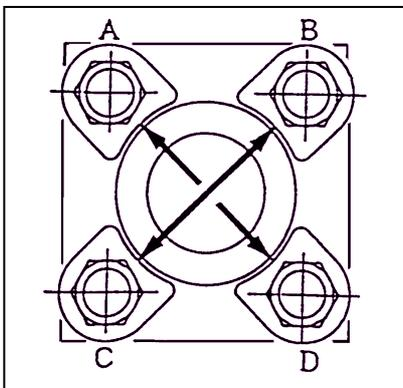
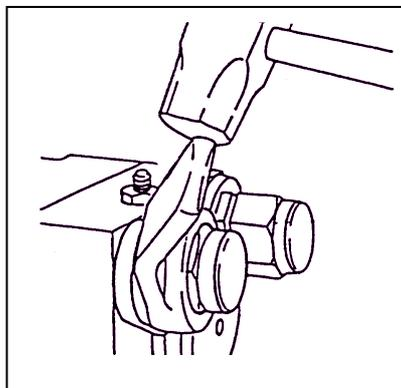
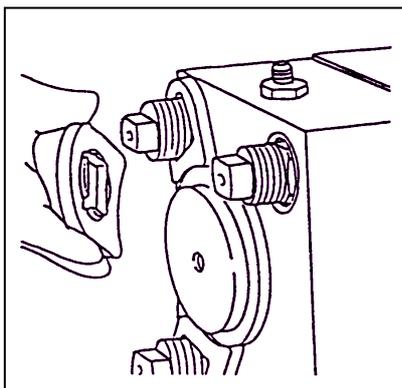

Fig.1
Fig.2
Fig.3
Meça o caudal e a pressão do óleo com o Caudalímetro. Ajuste a válvula de segurança à posição zero. Aqueça o sistema hidráulico à temperatura normal de funcionamento do Martelo. Rode a válvula de segurança e anote num gráfico a pressão do caudal em intervalos regulares. Anote a pressão num eixo e o caudal no outro eixo do gráfico. Vá aumentando a pressão até que o valor máximo seja encontrado. Na Fig.1 da pág. poderemos ver a zona de pressão.
Por exemplo, as condições apresentadas na Fig.1 são aceitáveis, enquanto que as Fig.2 e Fig.3 não são. Se o gráfico corresponde à Fig.2 e Fig.3 verifique se existe alguma avaria na válvula limitadora de pressão, demasiada pressão do gás ou um desgaste na bomba da máquina.
2. Com uma chave de impacto vá desapertando as porcas na diagonal, A e D ou B e C como poderá verificar na Fig.1e Fig.2.
4. Retire as anilhas de bloqueio. Veja a Fig.3